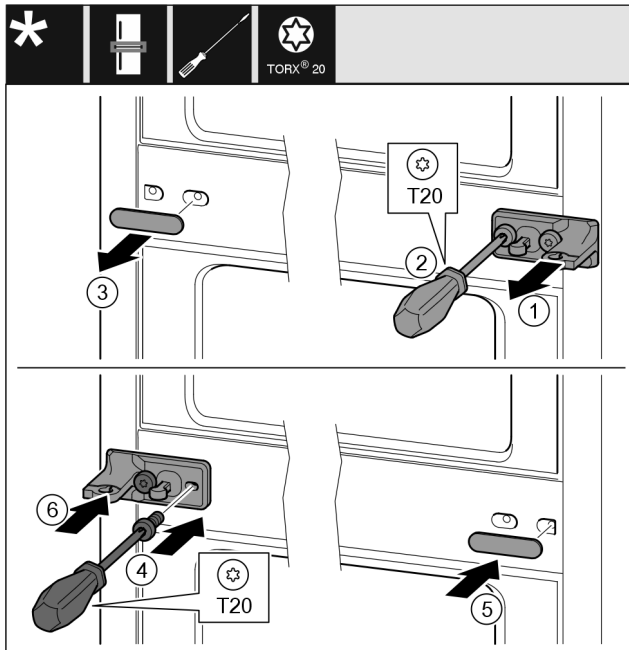

Fig. 13
- Sluitring Fig. 13 (1) wegnemen.
- Schroeven Fig. 13 (2) met een schroevendraaier er uit draaien.
- Afdekking Fig. 13 (3) voorzichtig wegtrekken.
- Lagerbok met folie Fig. 13 (4) 180° gedraaid aan de andere zijde goed vastschroeven.
- Afdekking Fig. 13 (5) 180° gedraaid op de andere zijde aanbrengen.
- Sluitring Fig. 13 (6) van voren af erop schuiven.